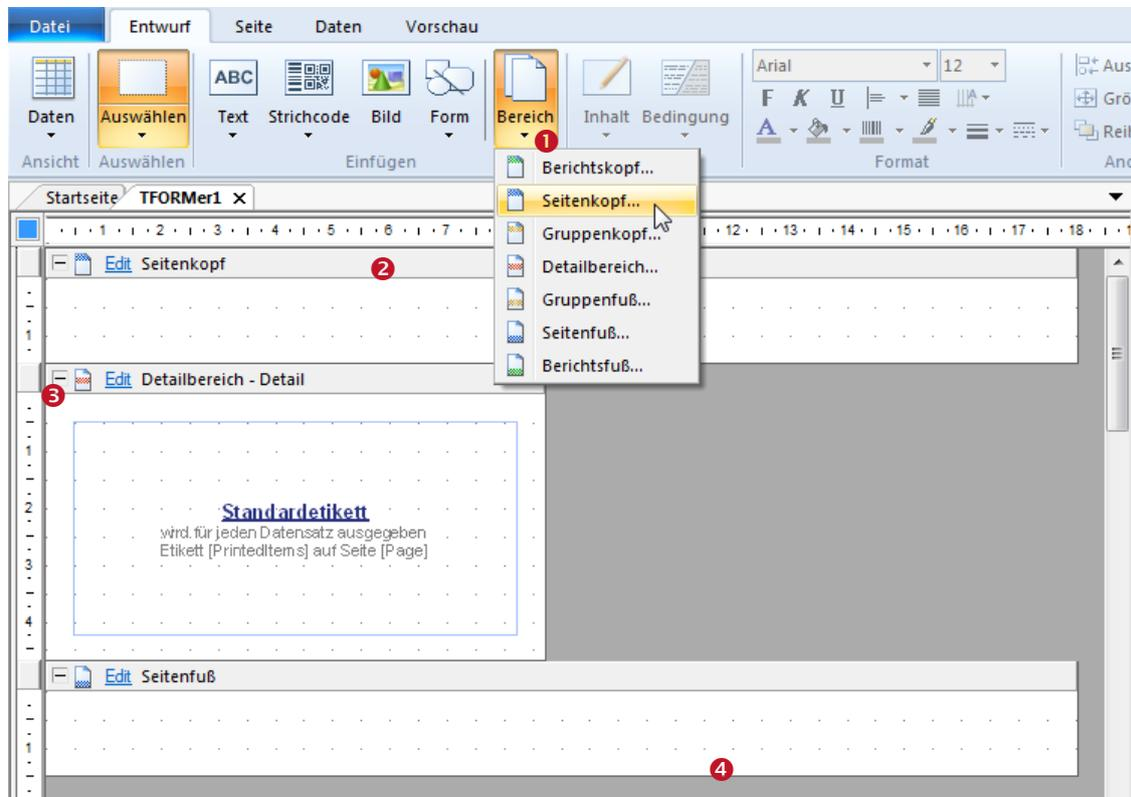

Abbildung 36: Formularbereich einfügen
Bei Berichten ist die Höhe der einzelnen Bänder frei einstellbar. Sie kann im Layout mit der Maus durch Ziehen der unteren Formularbereichsränder eingestellt werden (siehe Abbildung 36, ❹). Alternativ können Sie die Höhe auch in der Gruppe „Position“ im Eigenschaftsfenster eingeben.